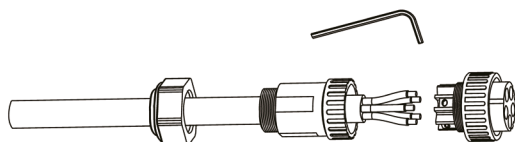

Fig. 35. Conexión del cable pelado en el terminal.
- d. Insertar el extremo pelado de los tres cables en el orificio correspondiente del cabezal del terminal (cable amarillo-verde al puerto PE, fase al puerto L y neutro al puerto N). Tirar del cable para verificar que está bien conectado, tal como se muestra en la Fig. 35: